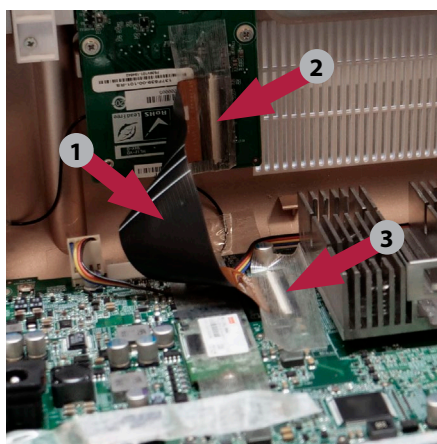
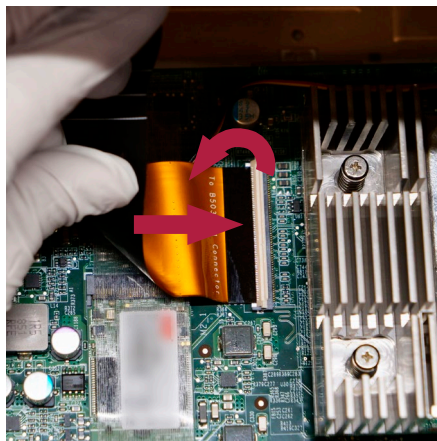

Figura 28 Posizioni del cavo FPC e dei connettori FPC.
Figura 29 Collegare il cavo FPC alla scheda principale
Ricollegare il cavo FPC alla scheda principale (v. pos. 2 in Figura 28). Inserire il cavo FPC nel connettore e bloccarlo con il blocco bianco piatto (v. Figura 29). Assicurarsi che i cavi dorati sul circuito stampato siano rivolti verso il basso e abbiano un buon contatto con il connettore.
Assicurarsi che l'estremità del cavo FPC sia completamente inserita e parallela ai connettori. Controllare che il cavo FPC sia ancora collegato correttamente alla scheda di I/O (v. pos. 3 in Figura 28).